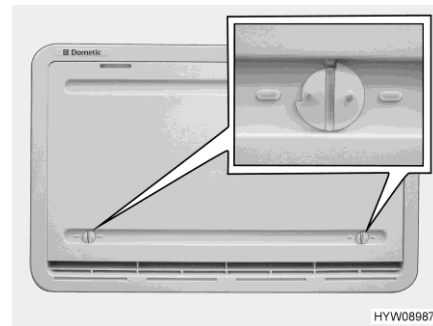

Bild 196 Winterabdeckung (Kühlschrank-Lüftungsgitter)
Die Winterabdeckungen (Bild 196) schützen das Kühlaggregat vor kalter Luft. Winterabdeckungen vor beide Kühlschrank-Lüftungsgitter setzen, wenn die Außentemperatur unter +10 °C sinkt (sowohl bei Gas- als auch bei Elektrobetrieb).
- Beide Verriegelungen (Bild 196) öffnen (Nut steht waagrecht).